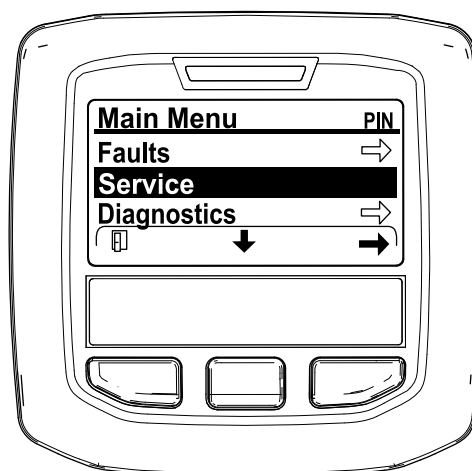

Рисунок 45
2. Перейдите в MAIN MENU (ГЛАВНОЕ МЕНЮ), нажмите среднюю кнопку, чтобы перейти вниз к SERVICE MENU (МЕНЮ ТЕХОБСЛУЖИВАНИЯ), и нажмите правую кнопку, чтобы выбрать опцию SERVICE (ТЕХОБСЛУЖИВАНИЕ) (Рисунок 45).